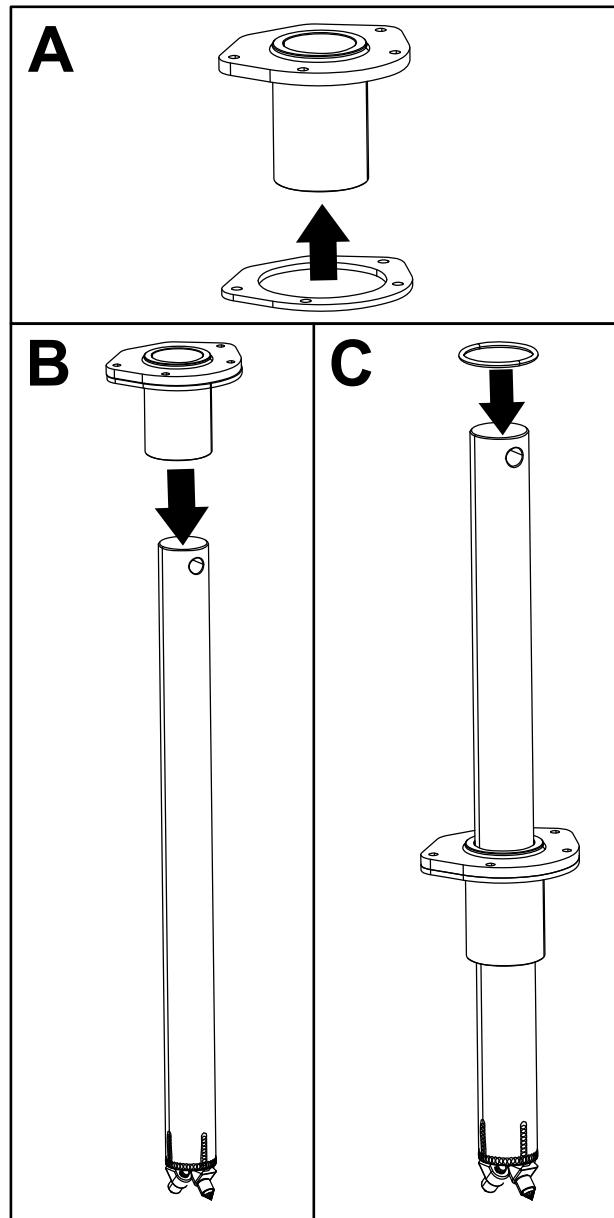
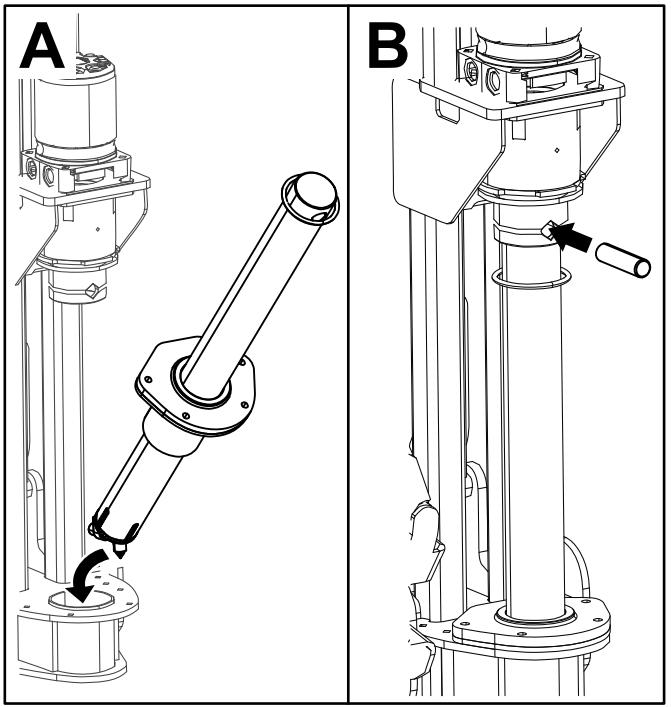

Figura 3
Figura 4
1. Encaixe o guia da estaca e o espaçador no topo da estaca para rochas, conforme mostrado na Figura 3.
2. Encaixe o anel O-ring na estaca, posicionando-a na máquina conforme mostrado na Figura 3 e Figura 4.